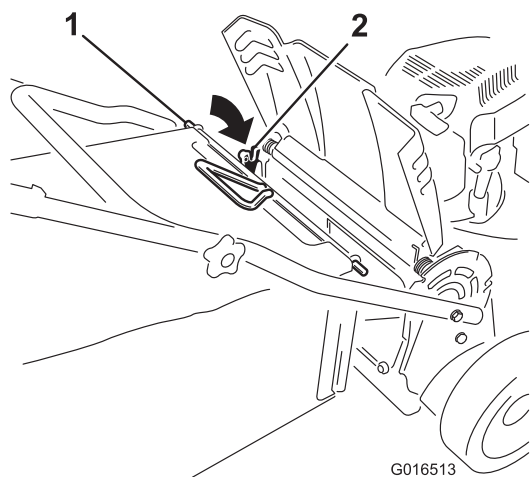

Figura 28
- Instale la varilla de la bolsa en las muescas de la base del manillar, y mueva la bolsa hacia adelante y hacia atrás para verificar que la varilla está asentada en el fondo de cada muesca; consulte Figura 28.